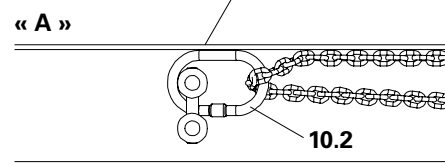

Fig. A3.01a
2. Insérer le crochet (10.5) et l'anneau 1 (10.1) à travers l'anneau 2 (10.2) et tirer. (Fig. A3.01a)